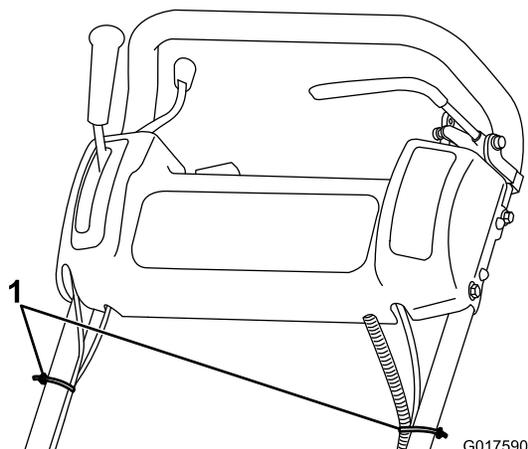

Figure 4
8. Fixez les câbles et le faisceau de câblage au guidon à l'aide des serre-câbles (Figure 4).